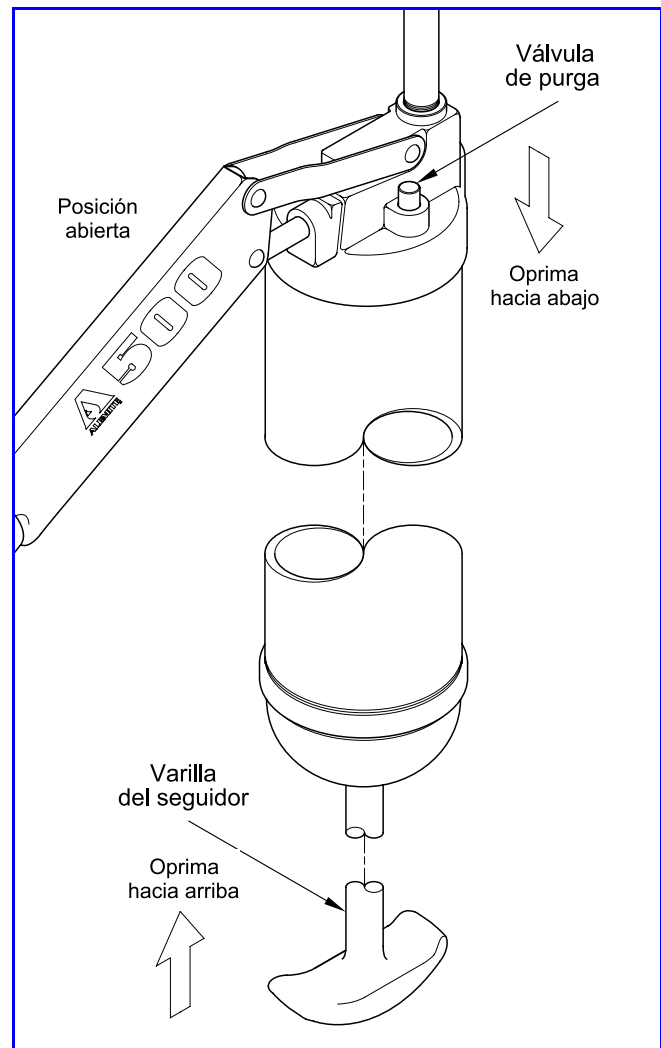

Figura 6 Purga forzada de la pistola
4. Oprima la válvula de purga y a la vez empuje la varilla del seguidor hacia adentro del cilindro del engrasador. Vea la **Figura 6**.